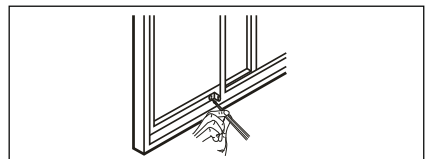

Figur 20
3. Luk skydevinduet fast mod vinduesskydesættet. (Figur 20)
4. Skru to 1/2"-skruer fast for at fastgøre vindueskydesættet til skydevinduet. (Figur 20)
5. Skru to 3/4"-skruer fast for at fastgøre vindueskydesættet til vinduesrammen. (Figur 20)